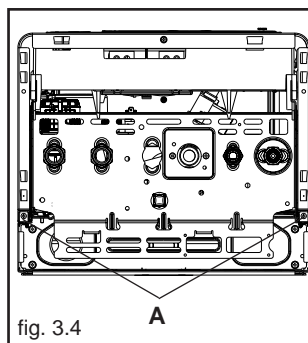

fig. 3.4
- svitare le viti (A) di fissaggio del mantello (fig. 3.4)